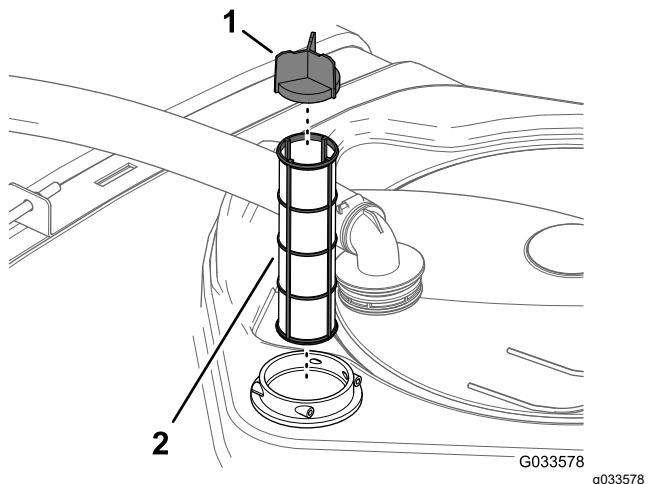

Figure 55
4. Sortez la crêpine d'aspiration du logement du filtre dans la cuve (Figure 55).